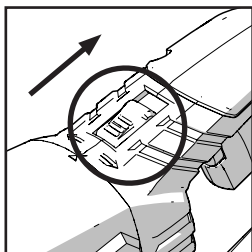

Fig. 8
- Deslice y sujete el botón de rotación del mango hacia atrás. **(Fig. 8)**